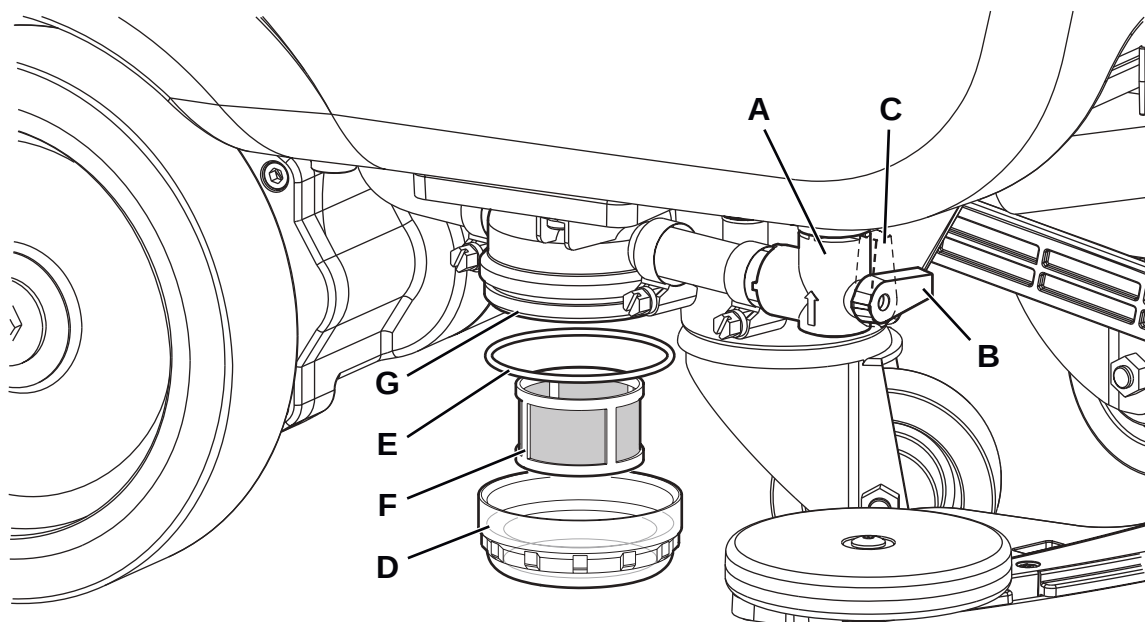

Figure 13
2. S'assurer que la machine est éteinte avec la clé opérateur (41) retirée.
3. Fermer le robinet de la solution détergente (A, Fig. 13). Le robinet est fermé quand il se trouve dans la position (B) et ouvert quand il se trouve dans la position (C).
4. Retirer le petit glas transparent (D), récupérer le joint d'étanchéité (E), puis retirer le filet filtrant (F). Les laver et les rincer avec de l'eau, puis les réinstaller soigneusement sur le support filtre (G).
5. Ouvrir le robinet (A).